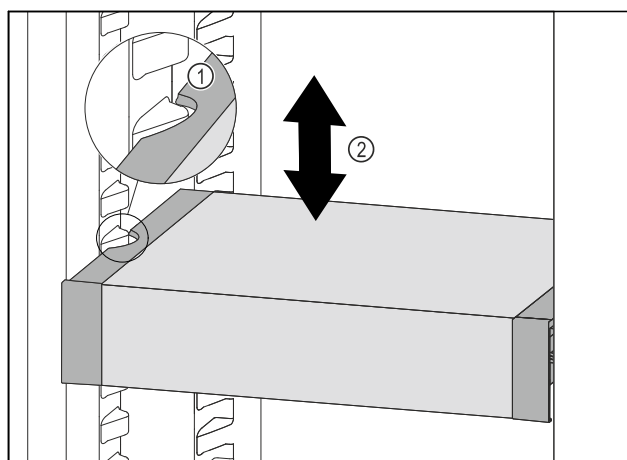

Fig. 145
- Táhněte VarioSafe dopředu, dokud nebudou boční vybrání VarioSafe na úrovni žebrování na nádoby v chladniče. Fig. 145 (1)
- Posouvejte VarioSafe v chladniče nahoru nebo dolů, dokud nedosáhnete požadované výšky. Fig. 145 (2)